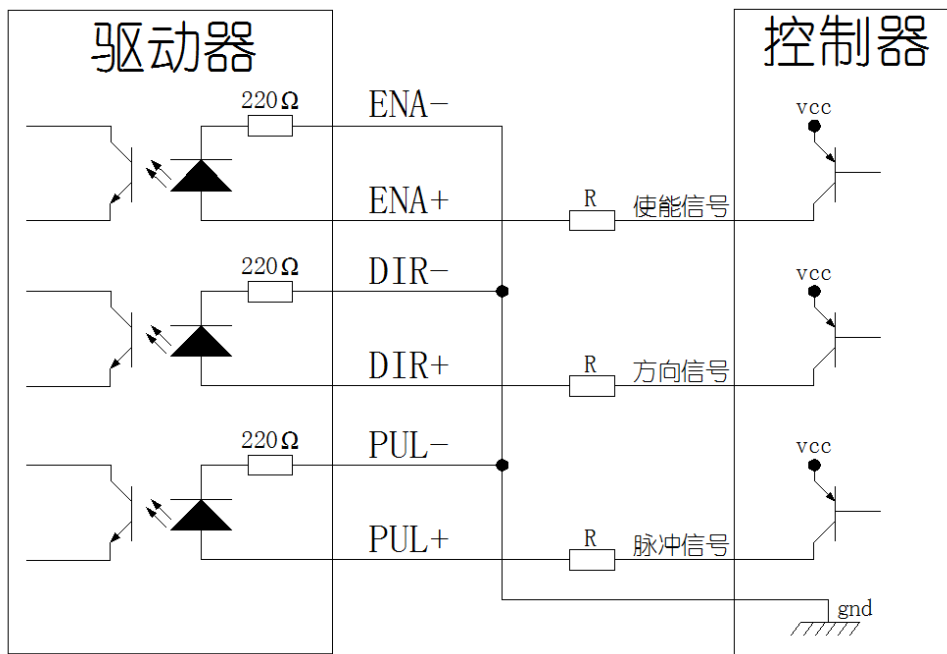

图 2.2.2 驱动器共阴极接法，控制器 PNP 输出
2. PNP 输出接线（共阴极）方式如图 2.2.2 所示：
1. 战舰开发板、精英开发板、Mini 开发板和驱动器硬件连接（共阴极接法，参考图 2.2.2）
2. 探索者开发板和驱动器硬件连接（共阴极接法，参考图 2.2.2）
3. 阿波罗 F429 开发板和驱动器硬件连接（共阴极接法，参考图 2.2.2）